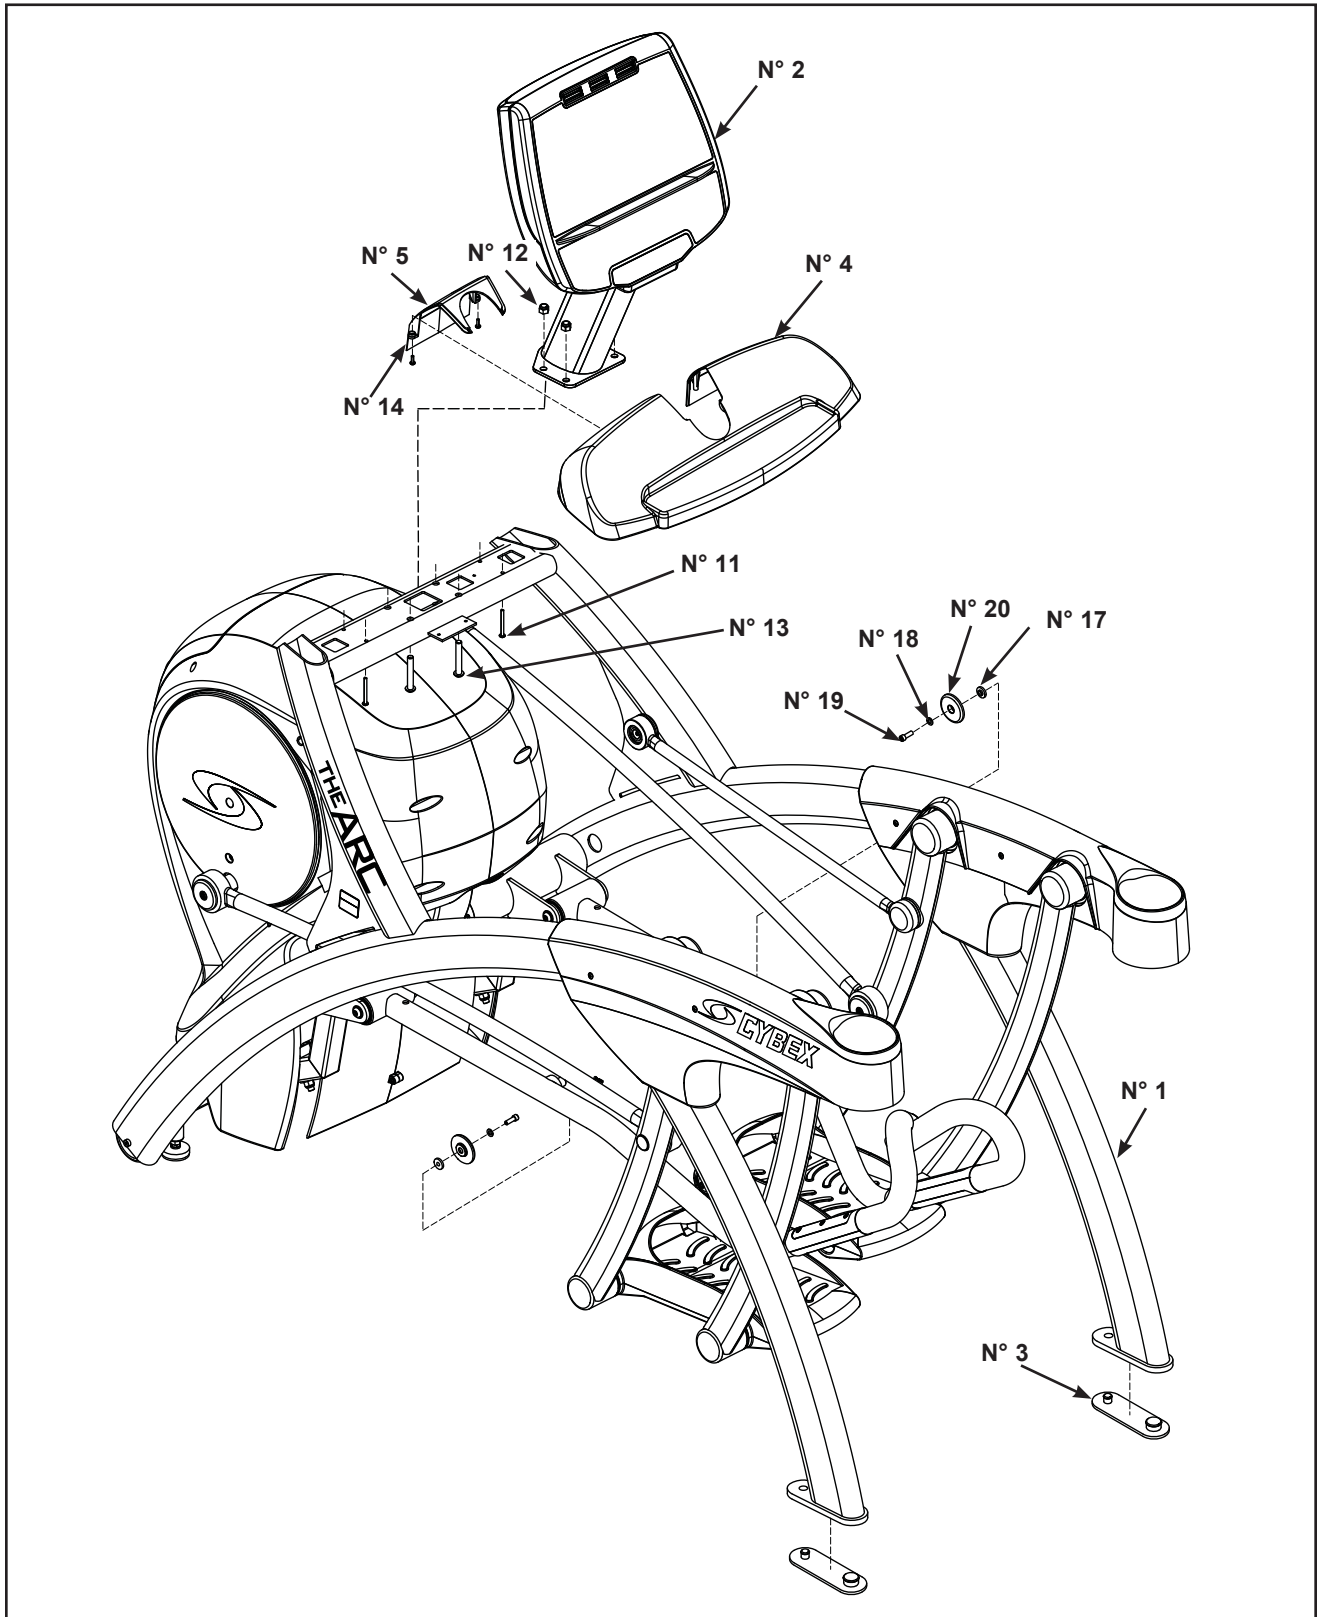

Figure 2b (750AT)
- A. Pour la vérification du sac de quincaillerie du 750AT, reportez-vous à la liste associée et à la figure 2b.